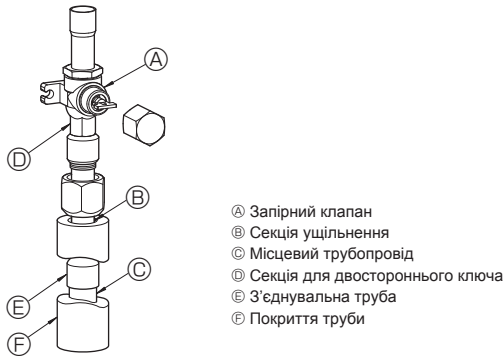

Fig. 4-3
- Для підключення трубопроводу з газової сторони використовуйте зазначену нижче процедуру. (Fig. 4-3)